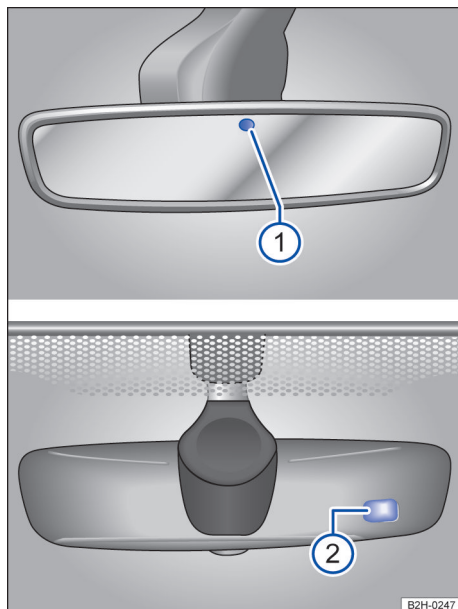

Fig. 82 No para-brisa: espelho retrovisor interno com antiofuscante automático.
- ◀ Com a ignição ligada, os sensores medem a incidência traseira → Fig. 82 ① e dianteira ② da luz. Dependendo dos valores medidos, o espelho interno tem efeito ofuscante *automaticamente*. ▶